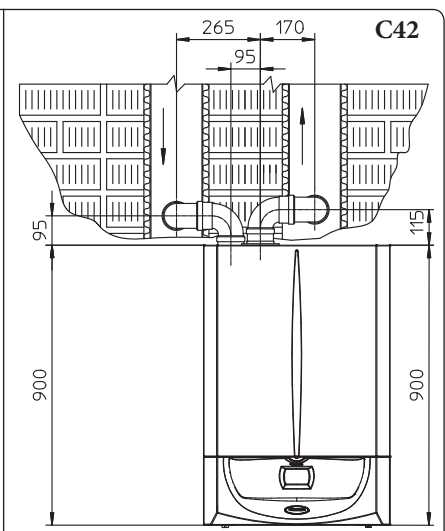

Fig. 1-23
- Ingombri di installazione. Nella figura (Fig. 1-23) sono riportate le misure di ingombro minime di installazione del kit terminale separatore Ø 80/80 in una condizione limite.